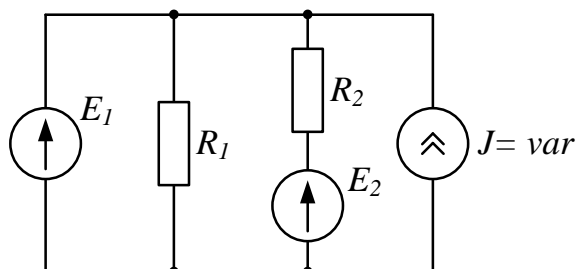

Рис. 2
2. Проанализировать влияние тока источника тока \tilde{J} на токи ветвей схемы (рис. 2).